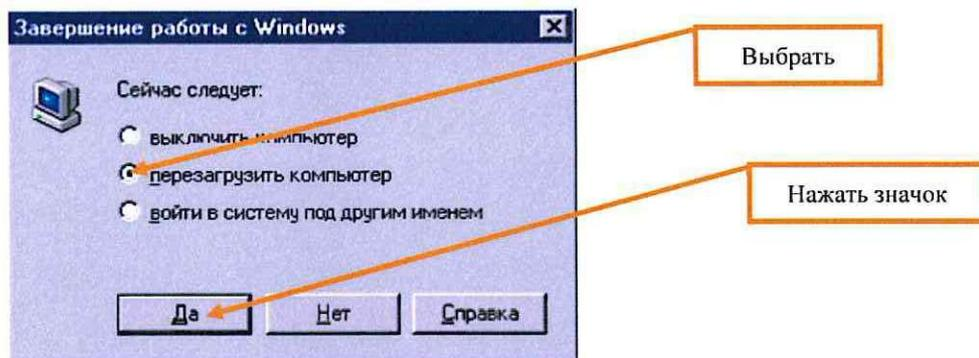

Рисунок 2. Перезагрузка компьютера.
7.2.3 Перезагрузить компьютер (Рисунок 2).